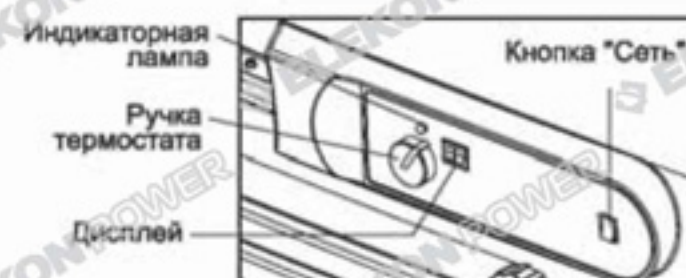

Рис. 13. Снятие верхнего кожуха
Открутите 4 винта вдоль каждой стороны нагревателя. Эти винты скрепляют нижнюю и верхнюю части нагревателя. (Рис.13).
- Снимите верхнюю крышку (рис.13)